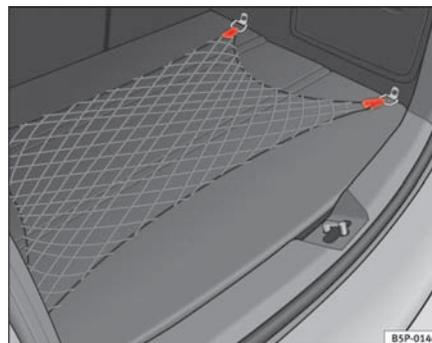

Fig. 106 Filet de rangement du coffre à bagages ▶
- Utilisez les anneaux d'amarrage existants sur les côtés du coffre à bagages pour fixer le filet de rangement ⇒ fig. 106